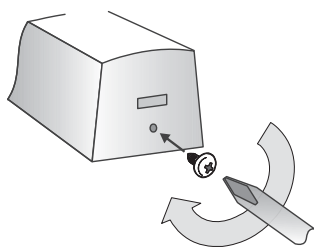

fig. 2
- Le cliquet peut être bloqué par le vissage de la vis livrée (fig. 2).